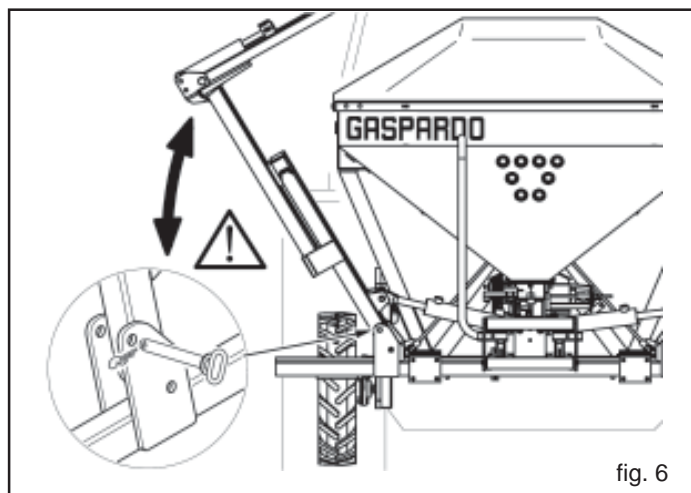

fig. 6
- 7) Bei Verlagerungen außerhalb der Arbeitszone muss sich die Ausrüstung in Transportposition befinden, wobei die Sicherheitsvorrichtungen aktiviert sein müssen. (Abb. 6).